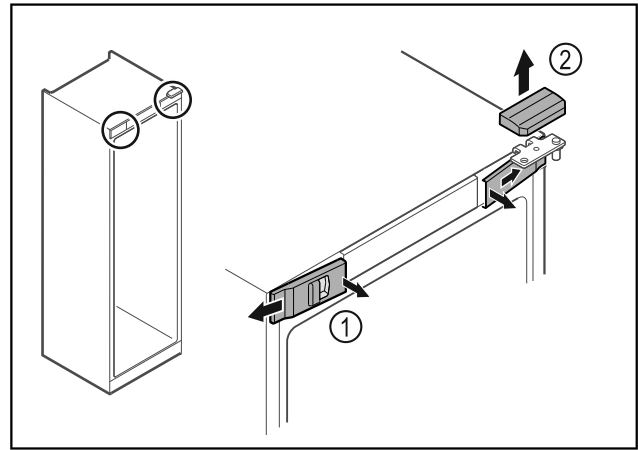

Fig. 14
- ▶ Izvadite prednje poklopce Fig. 14 (1) iznutra i skinite ih na stranu.
- ▶ Skinite gornji poklopac Fig. 14 (2) prema gore.